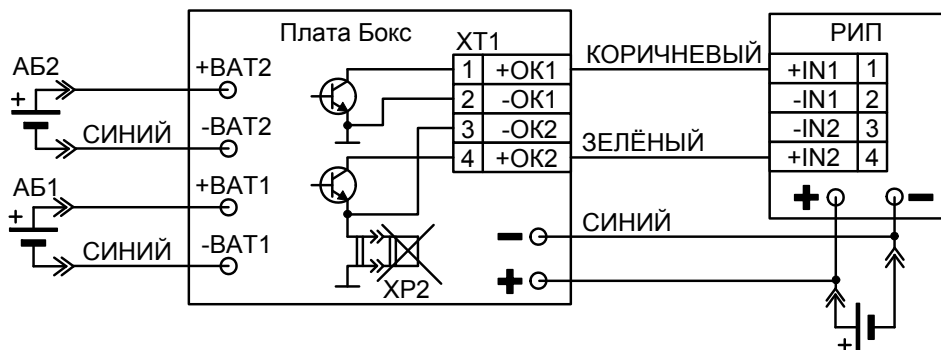

Рис.2
| – по интерфейсу, в случае его подключения к РИП имеющие специальные входы (схема подключения Рис.2); | |
2.2.4 Порядок подключения к РИП (схема Рис.2).
1) Подключить провода кабеля, идущего от интерфейсного разъема ХТ1 Бокса к соответствующим клеммам РИП согласно схеме приведенной на Рис.2. Неиспользуемые провода заизолировать.
5) Подключить клеммы выходного кабеля, **соблюдая полярность**, непосредственно к выводам АБ, которая устанавливается в источник питания РИП (т.е. параллельно клеммам источника питания, см. рис.2).
2.3.1 Для работы Бокса совместно с приборами, имеющими специальные входы IN1 и IN2, подключение производится по схеме на рис.2. Использование специального интерфейса позволяет управлять работой Бокса, и получать информацию о его состоянии. Это даёт возможность наиболее полно использовать ресурс внутренних АБ Бокса.